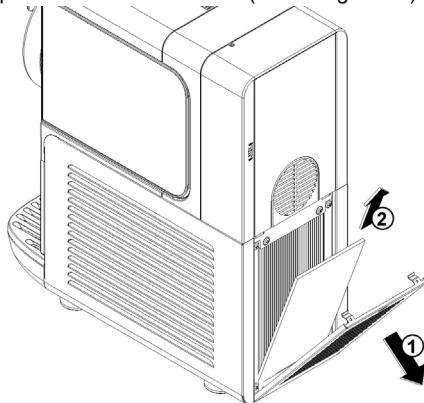

figura 19
- 6 Ogni mese:** eliminare la polvere accumulata sul filtro del condensatore posto sul lato posteriore della macchina (vedere figura 19).